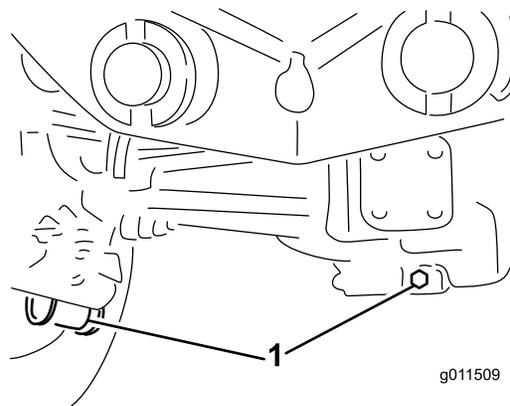

Рисунок 64
2. Очистите область вокруг трех сливных пробок, по одной на каждом конце и одной в центре (Рисунок 64).